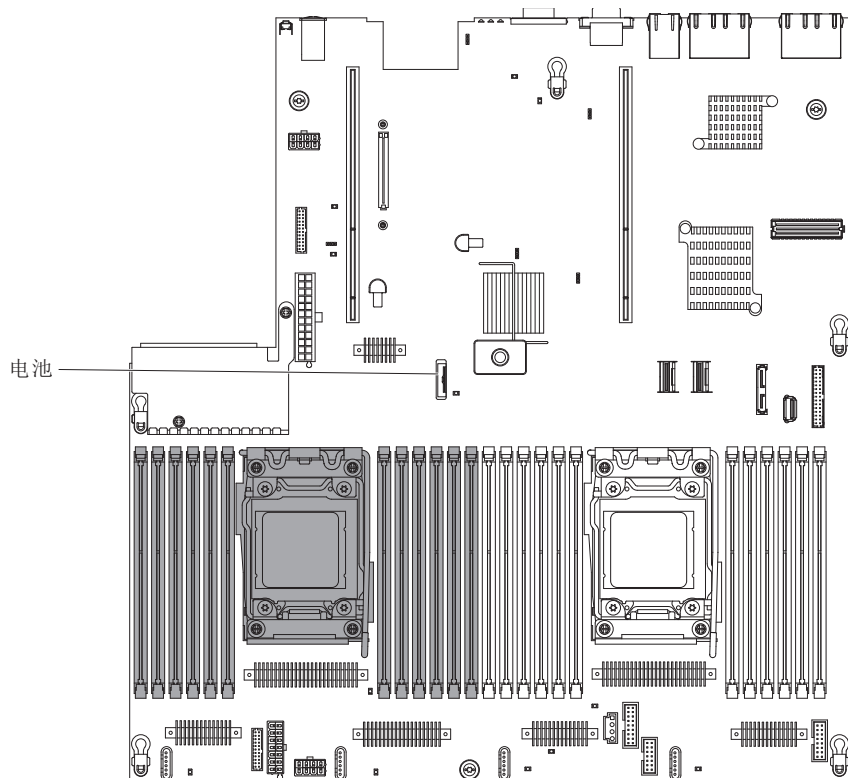

图 133. SAN Volume Controller 2145-DH8 CMOS 电池盒的位置
2. 找到主板上的电池，如第 161 页的图 133 所示。